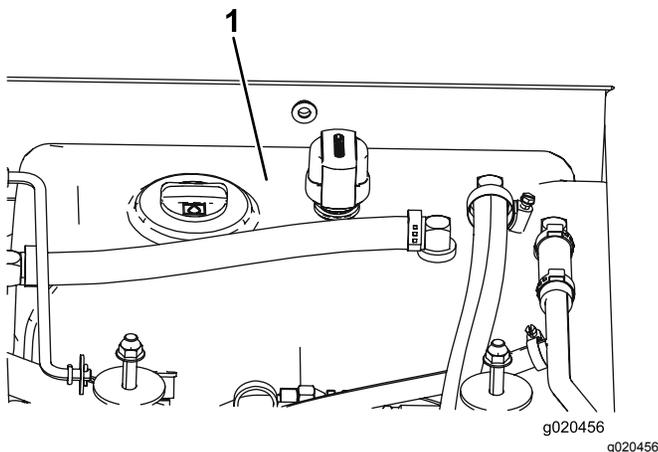

Bild 67
3. Füllen Sie den Hydraulikbehälter (Bild 67) mit Hydrauliköl, siehe Wechseln des Hydrauliköls \(Seite 56\).